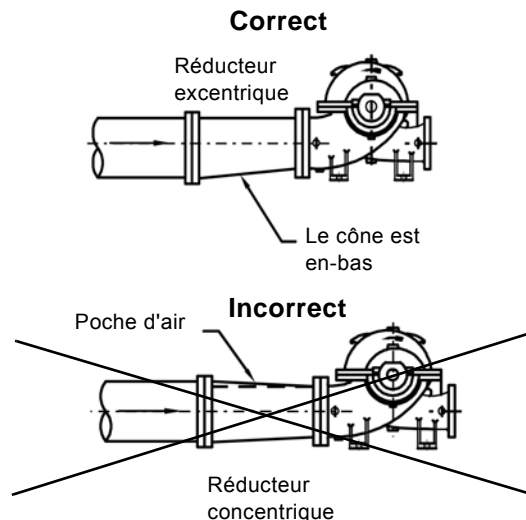

Fig. 7 Tuyauterie d'aspiration
- Utiliser un réducteur excentrique, avec le côté effilé vers le bas. Voir fig. 7.